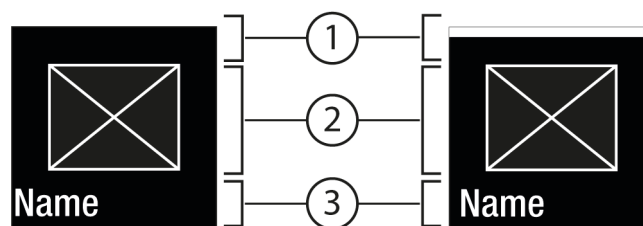
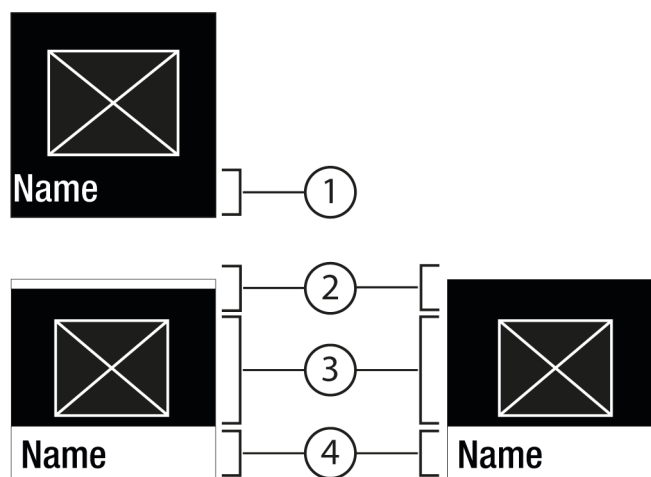

Fig. 6
Fig. 7
- С помощью Подтвердить Fig. 5 (2) вызвать Подменю Fig. 7 (4).
- Установка нового значения: С помощью Подтвердить Fig. 5 (2) выбрать деактивированное значение Fig. 6 (1).
- Назад в меню: С помощью Подтвердить Fig. 5 (2) выбрать уже активированное значение Fig. 6 (2).
- ▷ Состояние: активировано Fig. 6 (1) появляется ненадолго в Подменю Fig. 7 (4).